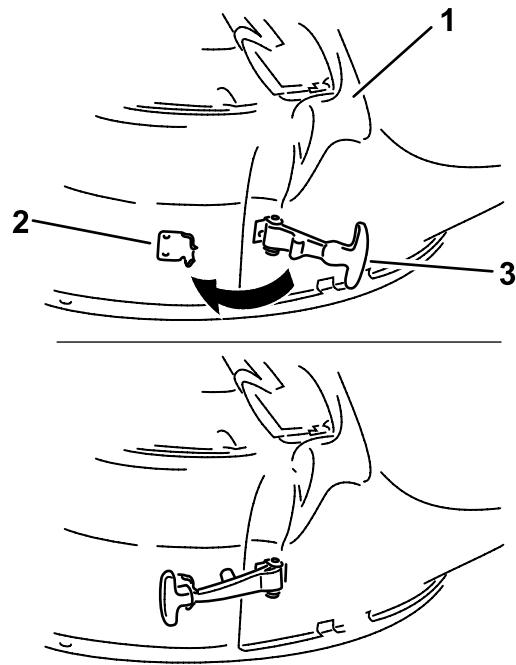

Bild 17
5. Haken Sie den flexiblen Verschluss am Auswurfkanal an der Befestigungsklemme ein, die an des Mähwerk angeschweißt ist (Bild 17).